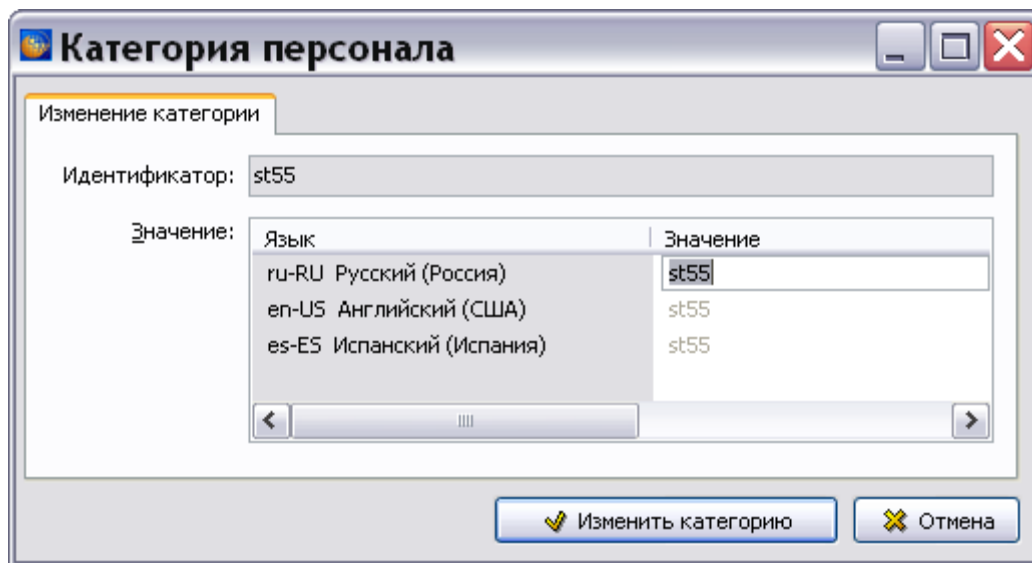

Рис. 7.39
- Можно ввести новое значение категории непосредственно в справочник. Для этого на вкладке **Словарь категорий** дважды щелкните левой кнопкой мыши по строке с идентификатором, значение которого не определено. В появившемся окне **Категория персонала** введите значения категории на поддерживаемых языках (Рис. 7.39). Аналогично можно изменить существующее значение категории.